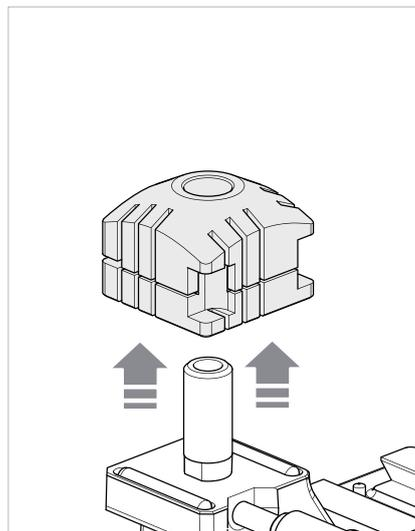

Fig. 42
- 3) Extraia para cima o mordente presente (Fig. 42).